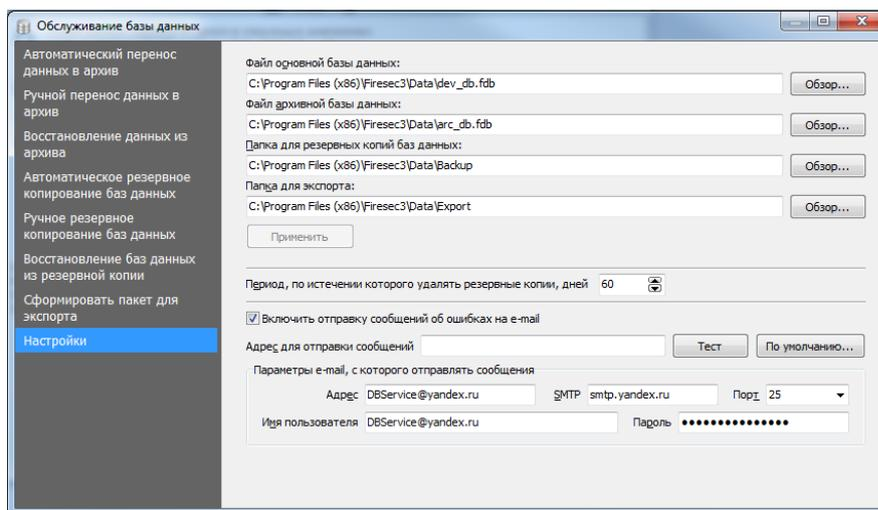

Рисунок 27.14 Вкладка Настройки
- Во вкладке **Настройки** указан путь к файлу с основной базой данных (рабочая база данных), к файлу с архивной базой данных (часть данных, которая уже отправлена в архив), к папке с резервной копией баз данных (рабочая и архивная часть программы), и к папке для экспорта (Рисунок 27.14). Данные папки с файлами уже существуют в папке с ПО «FireSec», поэтому путь к ним задан по умолчанию. Также существует возможность указать для размещения данных сторонние файлы с помощью кнопки **Обзор**, после чего нажать кнопку **Применить**.